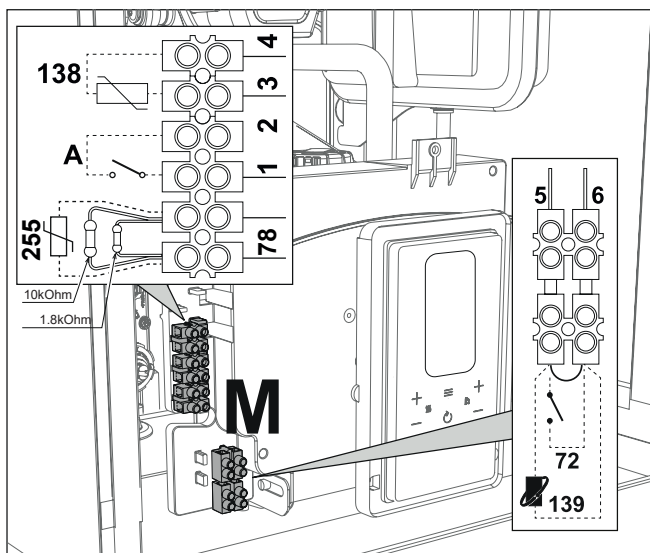

Рис. 29
После снятия передней панели (см. «Открытие передней панели» на стр. 39) можно получить доступ к клеммным колодкам (М) и предохранителю (F), действуя согласно нижеприведенным указаниям (рис. 29 и 30). **Клеммы, указанные на рис. 29, должны иметь чистые контакты (не 230 В).** Расположение зажимов и их назначение показаны также на электрической схеме на рис. 66.
Конфигурация выключателя ON/OFF (А рис. 29)